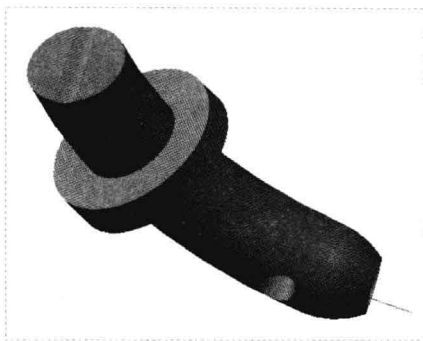

图 8-116 创建骨架折弯特征
Step 06 在绘图区选择 DTM2 平面，用于定义要折弯的原始面组，执行操作后，即可创建骨架折弯特征，如图 8-116 所示。